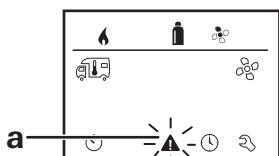

Fig. 25
1. Seleccione el ícono ("Fig. 25") con el botón de giro/pulsador.
**i** En este caso, el error no se confirma en CP plus VarioHeat y el ícono de advertencia ("Fig. 25") se sigue mostrando. El aparato permanece en estado de error. Pueden utilizarse otros aparatos conectados.
1. Seleccione el símbolo de advertencia ("Fig. 25") con el botón de giro/pulsador.